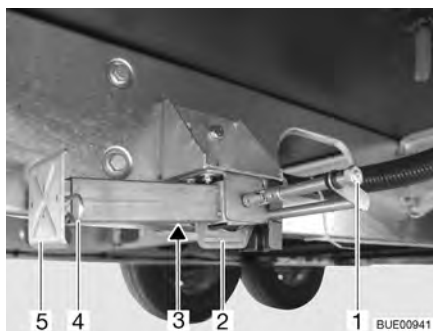

Fig. 24 Piedino di stazionamento
- Inserire la chiave a tubo nell'esagonale (Fig. 24,1) e ruotare fino a quando il piedino di stazionamento non si trova in posizione verticale verso il basso.
- Se la lunghezza del piedino di stazionamento è regolabile, sfilare la copiglia (Fig. 24,4) dal piede del prolungamento (Fig. 24,5).
- Inserire la chiave a tubo nell'esagonale (Fig. 24,1) e ruotare fino a quando il piedino di stazionamento non si stacca dal terreno.
- Spingere completamente all'interno il prolungamento dell'estremità del piedino (Fig. 24,5) e inserire la copiglia (Fig. 24,4) nel foro apposito.
- Girare sull'esagonale (Fig. 24,1), finché il piedino di stazionamento è orientato verso l'alto e la guida (Fig. 24,2) si trova proprio alla fine della scanalatura (Fig. 24,3).